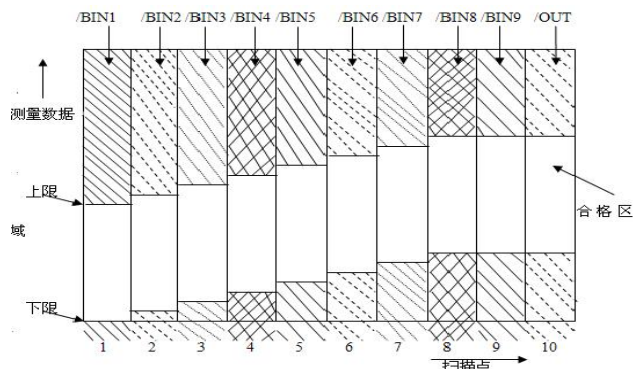

图 10-3 列表扫描比较功能信号区域示例
- 比较输出信号：/BIN1 - /BIN9 和 /OUT 信号指示为各扫描点的 IN/OUT（合格或超差）判别。参见图 10-3。
列表扫描功能中信号接点分配和简要描述可参见表 10-3 及图 10-3（列表扫描比较功能管脚定义和档比较功能之定义相同）。时序图见图 10-4。